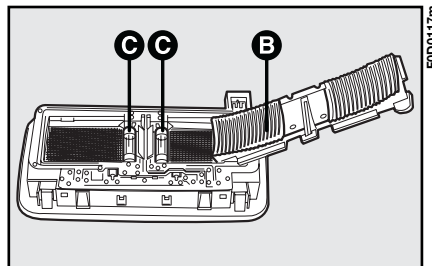

Abb. 30
2) Den Deckel **B**, Abb. 30 anheben und die durchgebrannte Lampe **C** herausnehmen;